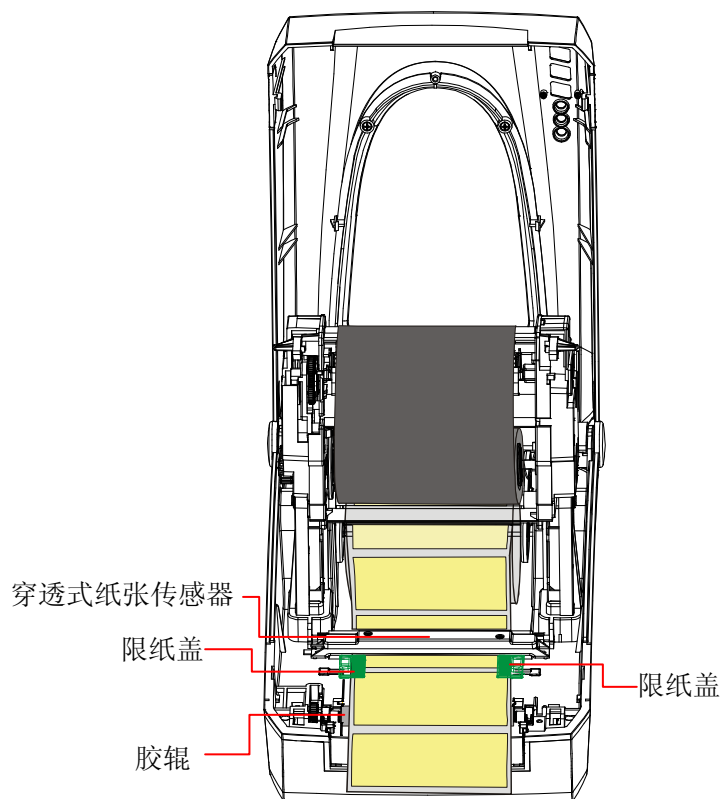

图 6-3
9. 将标签从纸张导向轴下方和和穿透式纸张探测器中间穿过，**将两个纸张盖纸片靠紧标签边缘，但不能挤压标签使其变形**（图 6-3）；